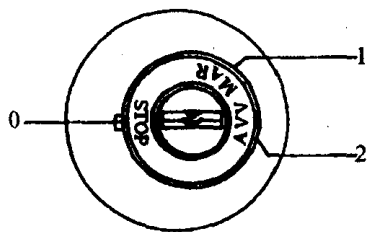

图 1-6 点火开关挡位图
(1) 点火开关
点火开关 7 装在方向盘右下方。将点火钥匙插入点火开关并向右转动到位置①(MAR), 见图 1-6, 发动机电路和各种信号装置接通。然后, 再将钥匙转到位置②(AVV), 并在发动机启动后立即松开钥匙。如果发动机没有立即启动, 切勿使起动机连续工作超过 30s(秒), 另外必须在起动机停止工作 1min(分钟)以后, 再重新启动, 以免烧坏起动机。启动后保持低速运转至发动机达到最佳热工况。为确保涡轮增压器的使用寿命, 发动机停车应怠速运转 1min, 然后再将钥匙转向 0 位置停车。该位置为点火钥匙的插入和拔出位置, 用以发动机熄火和转向锁止。
(2) 变速杆